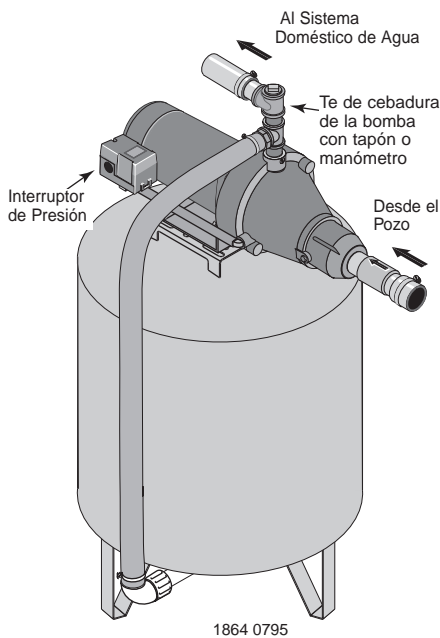

Figura 4: Conexiones del Tanque Pre-cargado
CONEXIÓN PARA TANQUE PRE-CARGADO (Figura 4)
- Paso 1. Instale dos "T"s en el puerto de descarga de la bomba (Vea la figura 4). El tamaño de la bomba debe de ser por lo menos tan grande como el puerto de descarga.